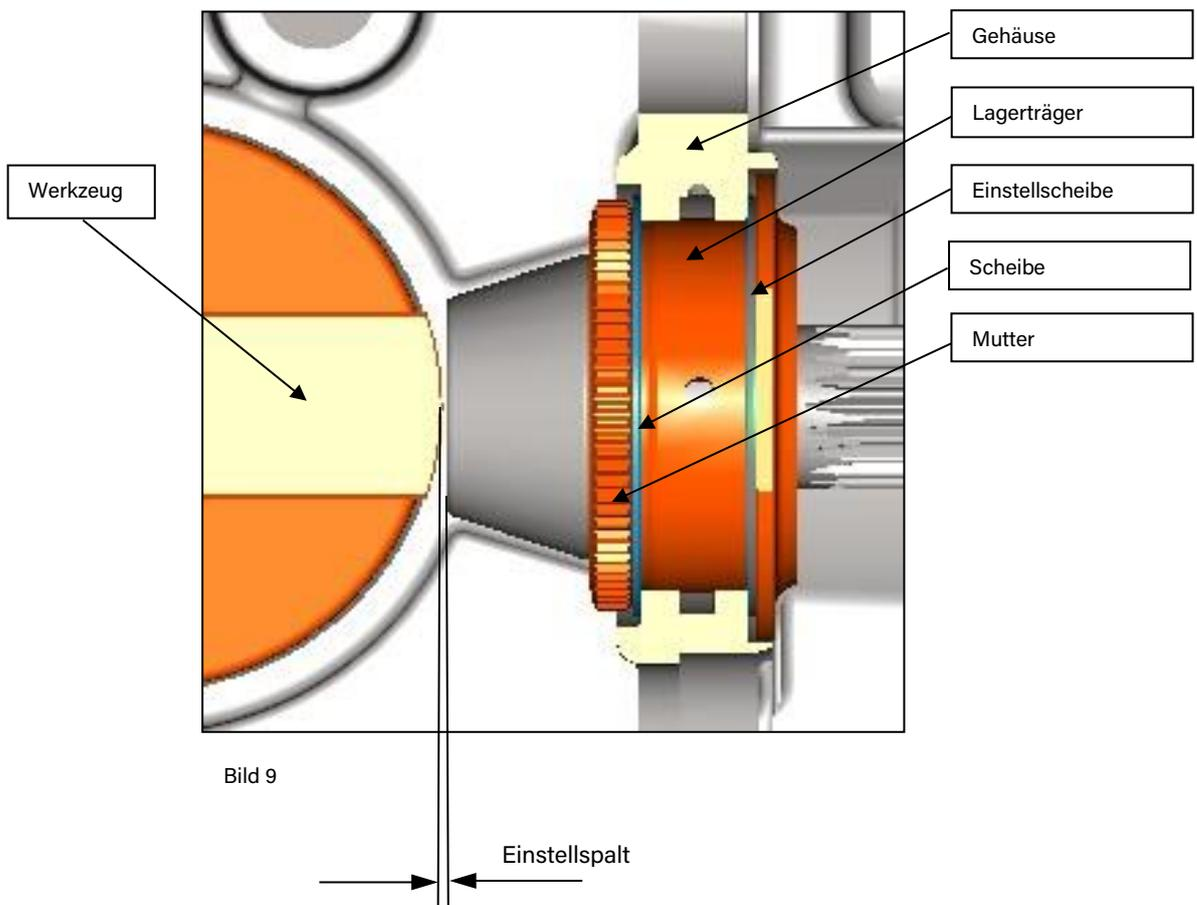

Bild 9
- Alle Teile auf ca. 20° C abkühlen lassen. Mit einer Fühlerlehre den Spalt bestimmen (Bild 9). Der Spalt kann durch tauschen der Scheiben (Pos.: 20, Kapitel 5.17) eingestellt werden. Das Sollmaß ist an der Stirnseite der Welle eingraviert. Sollte dies nicht der Fall sein, kontaktieren Sie bitte Drexler Automotive.